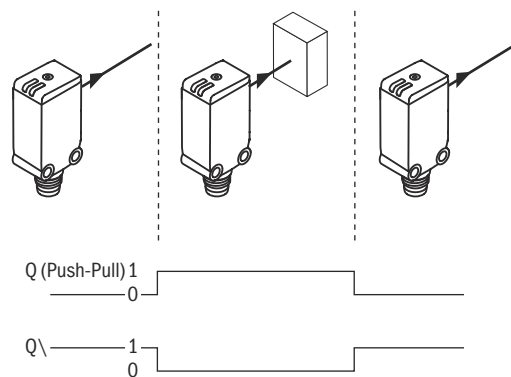

Figura 8: Comportamento de comutação
- 2 A distância de comutação é ajustada com a pressão da tecla de teach-in simples até que o LED amarelo comece a piscar lentamente. Recomendamos colocar o estado de comutação no objeto, exemplo na figura acima. Depois que a distância de comutação for ajustada, o objeto é removido do caminho do jato, o que faz com que o plano de fundo seja suprimido e a saída de comutação se altere (ver figura 8, página 160).
Se a saída de comutação não se comportar conforme o diagrama acima, verifique as condições da aplicação, ver figura 8, página 160.